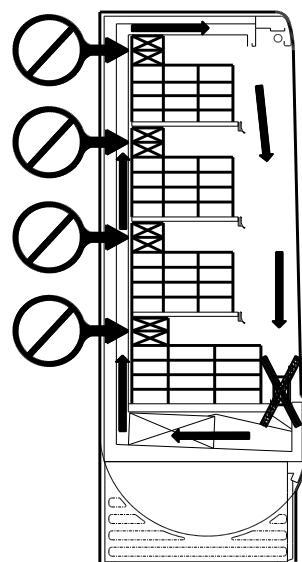

FIG.17
- Non ostruire le feritoie di distribuzione del freddo che garantiscono il corretto flusso dell'aria (FIG. 17)